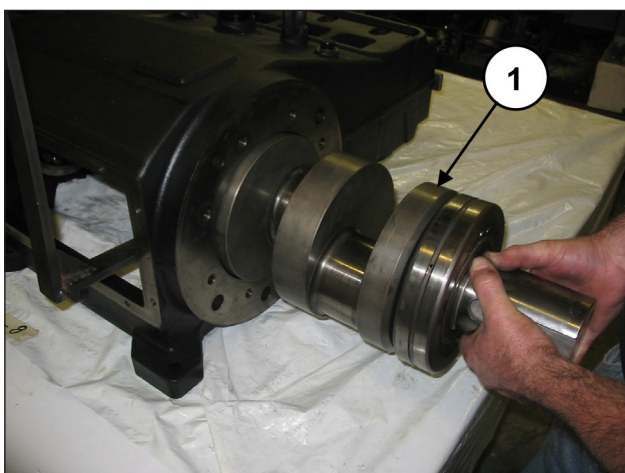
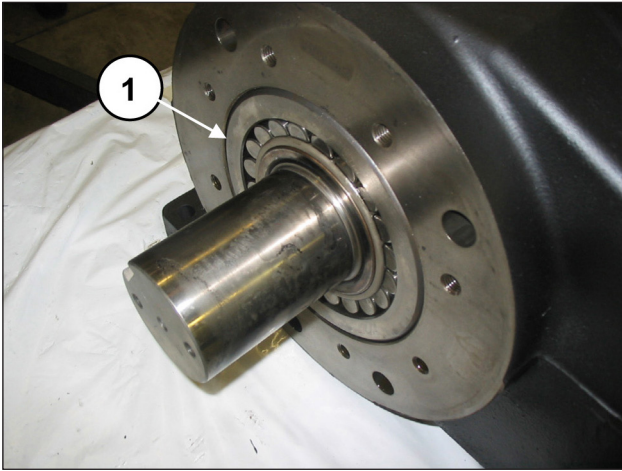

Fig. 29
Fig. 43
Extraer el eje y el cojinete (pos. ①, Fig. 29).
Introducir el eje (pos. ①, Fig. 29) hasta que el cojinete premontado se encuentre a ras del borde del cárter (pos. ①, Fig. 43).